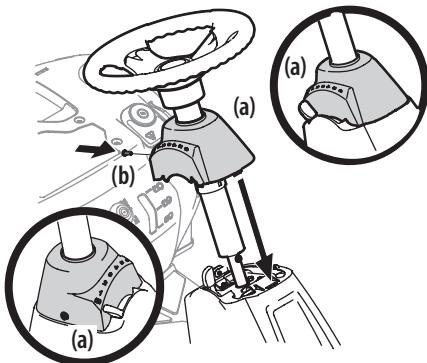

Figure 4
- Glissez le couvercle (a) vers le bas sur la tondeuse à siège, puis tournez doucement le couvercle vers la droite pour le faire enclencher en place. Fixez le couvercle (a) en place avec la vis retirée (b) à l'étape précédente. Voir Figure 4.